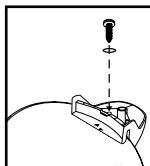

FIGURA 5
7. Asegure las bases con el tornillo y la arandela sumi istrados **FIGURA 5**.